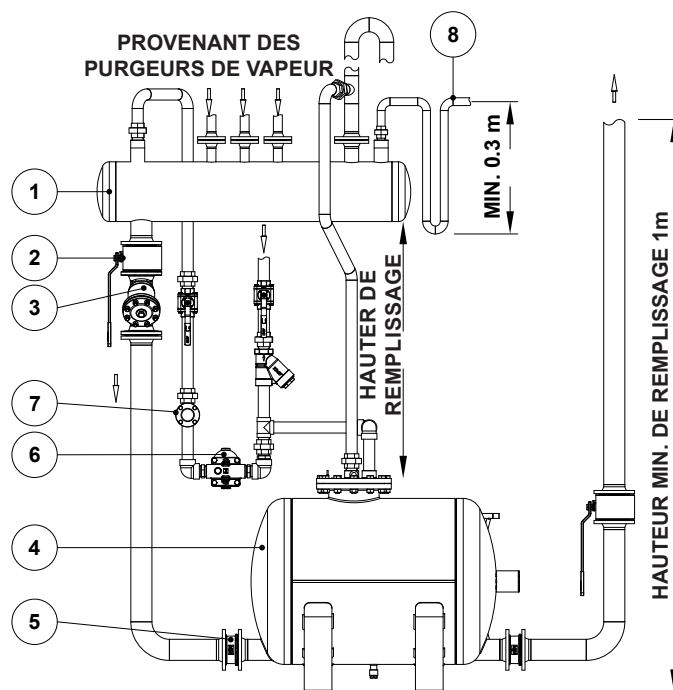

Fig. 1
INSTALLATION: Installation horizontale. Un exemple est illustré à la figure 1. Voir IMI – instructions d'installation et d'entretien.
4. Tête de remplissage disponible (voir Fig. 1) en mm ou toute autre dimension permettant de la déterminer.